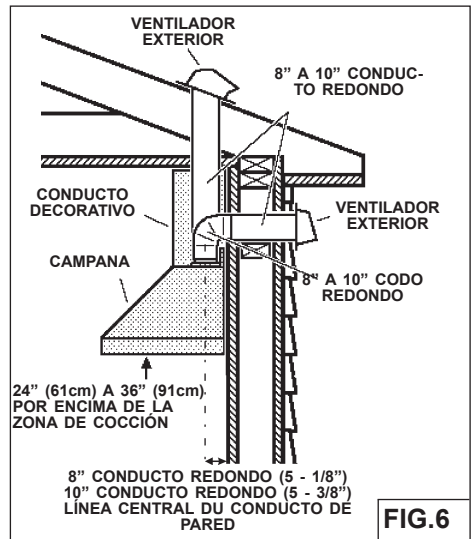

FIG.6
4. Instale una cubierta ó una tapa. Conecte 8" WPPIQ (o 10" WPPIQT) conducto redondo de metal a la cubierta y retroceda hasta la posición de la campana. Use una cinta para precintar las juntas entre las partes del entubado (Fig.6).